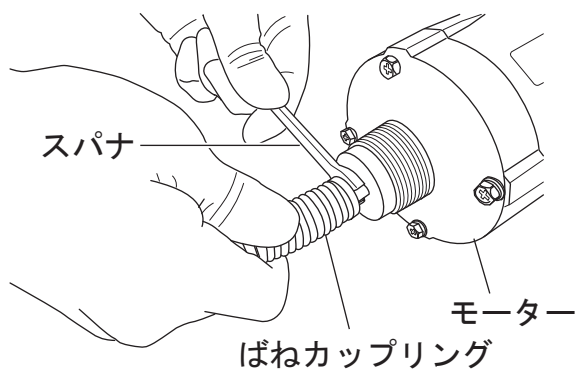

図 4
2. モーターにねじ固定されているばねカップリングを外す。(図4)
3. モーターにばねカップリングを固定する。(図4)